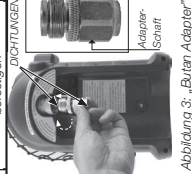

Abbildung 3: „Butan-Adapter“
- Überprüfen Sie, ob die Dichtungen (zwischen dem Gerät und der Gaskartusche) am richtigen Platz und in gutem Zustand sind, bevor Sie die Gaskartusche anschließen. Abbildung 3. Kein Gerät benutzen, das beschädigt ist oder abgenutzte Dichtungen hat. Kein Gerät verwenden, das undicht oder beschädigt ist oder nicht ordnungsgemäß funktioniert.
- Butan/Propan-Gemisch-Gebrauch (G30+G31): Den Messingadapter im Uhrzeigersinn in den portablen Heizgerätregler schrauben (von unten), bis er fest sitzt. Siehe Abbildung 3. Kein Gewindedichtmittel an diesem Anschluss verwenden. Die Butan/Propan-Gemisch-Kartusche in den Adapter einschrauben (im Uhrzeigersinn); sobald der Adapter-Schaft sich zu drehen beginnt, ist die Kartusche angeschlossen und kann in den Ständer gesetzt werden.
WENN DAS GERÄT FÜR LÄNGERE ZEIT NICHT BENUTZT WIRD, MÜSSEN BESONDERE VORKEHRUNGEN GETROFFEN WERDEN: Sobald es abgekühlt ist, das Heizgerät in einer Reißverschlusstasche oder an einem staubfreien Ort aufbewahren. Zwischen den Einsätzen, das Heizgerät in einer Reißverschlusstasche oder in einem anderen geschlossenen, staubfreien Bereich aufbewahren. Die Lüftungsbereiche (Schlitze im Boden und auf der Oberseite des Heizgerätes) zu jeder Zeit frei halten. Während Gebrauch, in regelmäßigen Abständen eine Sichtprüfung der Pilotflamme und des Brenners vornehmen. Die Pilotflamme muss blau (nicht gelb) sein und bis zum Thermosteament hin reichen. Die Flamme umzingelt das Thermosteament direkt unter der Spitze, siehe Abbildung 3. Eine leichte, gelbe Flamme kann erscheinen, wo sich Pilot- und Hauptbrennerflamme treffen. Der Brenner sollte hell orange (mit einem leichten Blau um den Rand herum); ein auf der Keramikfliese sichtbarer rot-oranger Dunst, ist akzeptabel) und ohne merkliche Flamme sein. Eine blaue Flamme an der Oberseite der Keramikfliese deutet auf eine Ansammlung von Staub, Flusen oder Spinnweben in der Gehäuseanordnung und der Hauptbrennereinheit hin. Wenn die Pilotflamme gelb ist und der Brenner eine merkliche Flamme aufweist, könnte eine Reinigung nötig sein. Überprüfen Sie die Gehäuseanordnung und die Hauptbrennereinheit folgendermaßen: Es ist notwendig, dass die Flammenöffnung und das Brenner- Venturiröhr regelmäßig überprüft werden, um sicherzustellen, dass sie von Dingen wie Insektenestern und Spinnweben, die sich im Laufe der Zeit ansammeln können, frei sind. Eine verstopfte Röhre kann zu Brandgefahr führen.